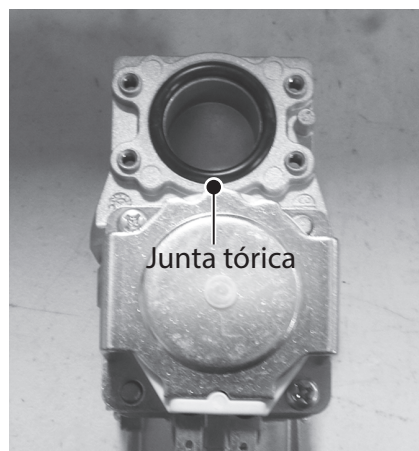

Figura 129 - Reemplazo de la junta tórica (una junta tórica)
- 24 Ubique la nueva junta tórica de la válvula de gas que se incluye con el kit. Instale la junta tórica en la válvula de gas, como se muestra en la Figura 129.